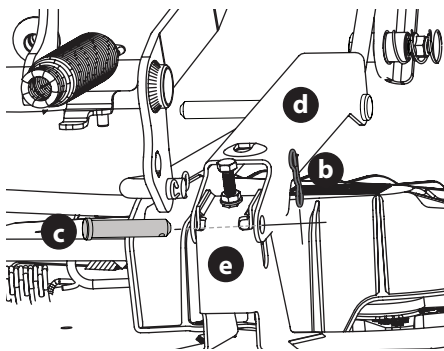

Figura 40
3. Extraiga los dos pasadores con unión curva (b) de los pasadores de horquilla (c) que sujetan los soportes del varillaje de elevación (d) a los soportes traseros de elevación de la plataforma (e) en la plataforma (Figura 40). Extraiga los pasadores de horquilla (c).